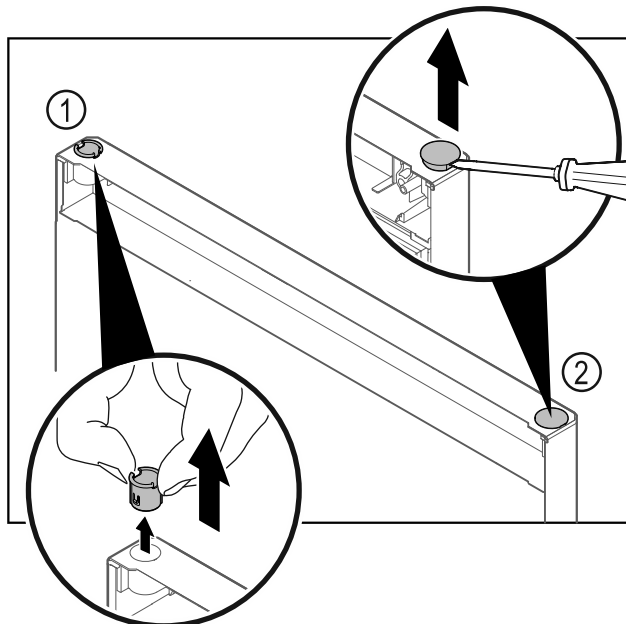

Fig. 30
- Izvelciet ar pirkstiem eņģes ieliktni Fig. 30 (1).
- Paceliet uzmanīgi ar plakano skrūvgriezi un izvelciet arī nosedzošo aizbāzni Fig. 30 (2).